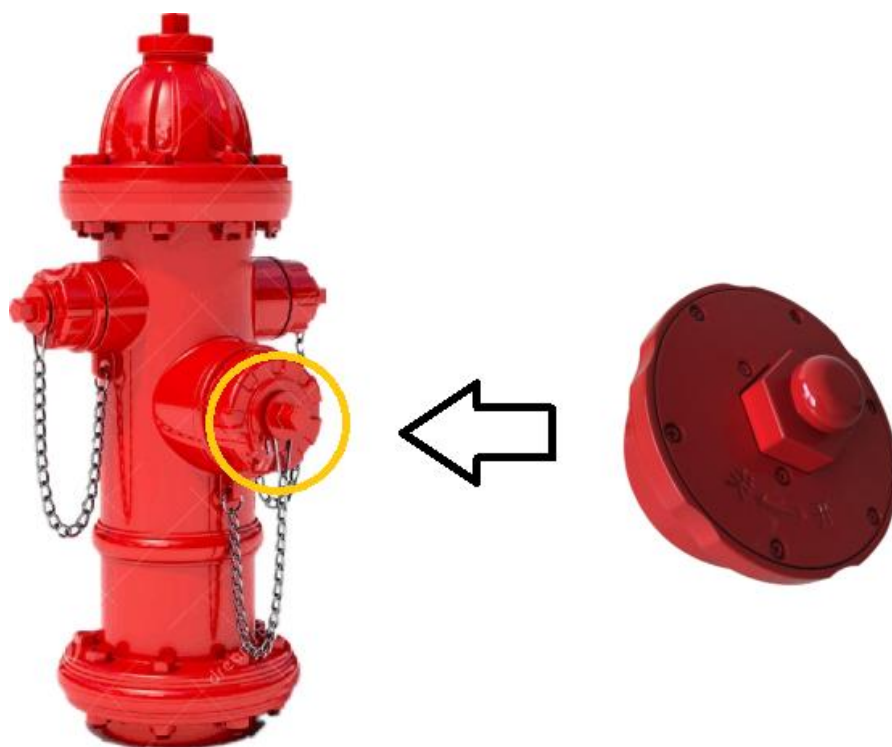

图 1
1、安装：取下原消火栓如图 1 中黄色圈出的闷盖，拆下铁链，再将右侧智慧闷盖安装，锁上原有铁链，安装即完成。